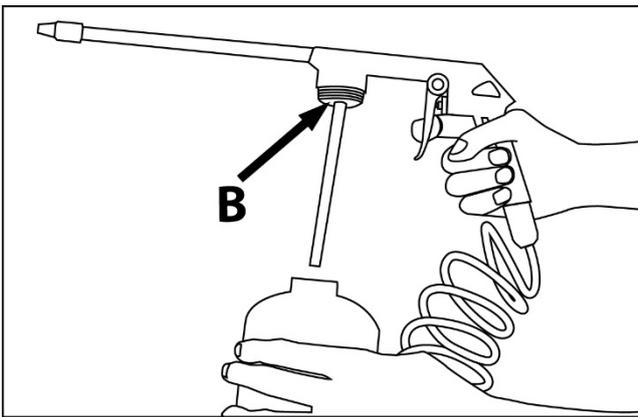

Рис. 17.
3. Открутите стакан от корпуса пистолета **В** (рис. 17). Заполните его нужным веществом и снова прикрутите стакан к корпусу пистолета **В**.